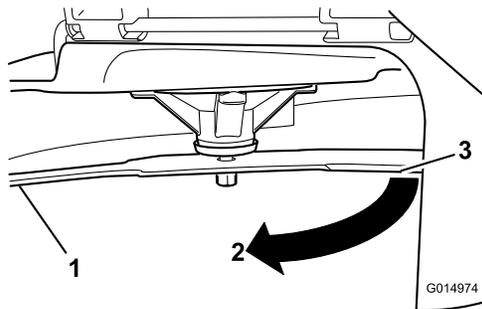

**Figura 46**
5. Mida desde la punta de la cuchilla hasta la superficie plana (Figura 46).